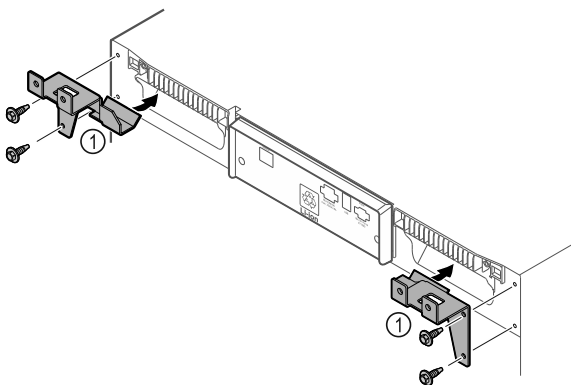

Fig. 9
- ▶ Montați piesele de fixare Fig. 9 (1) pe aparat cu ajutorul șuruburilor incluse.